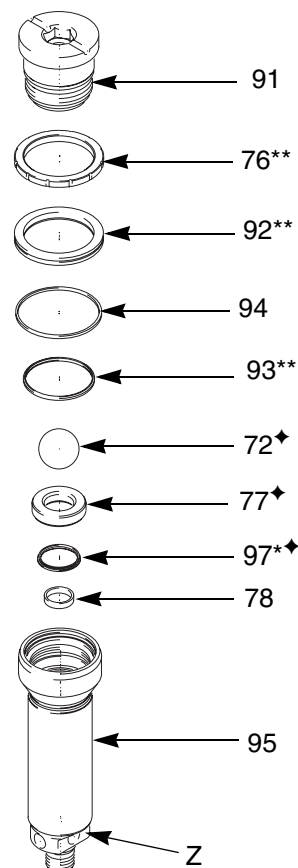
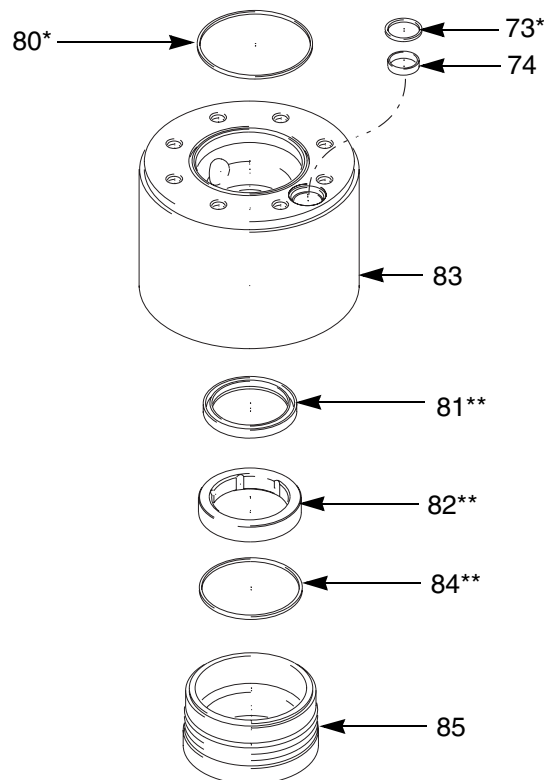

FIG. 12 Défaillance du piston
FIG. 13
6. Retirer la vis (91) du piston. Attention à ne pas endommager la surface du piston lors de la réparation et de l'entretien. Maintenir le piston uniquement par les méplats (Z) pour l'empêcher de tourner pendant que l'on retire la vis. (Voir FIG. 12.)
7. Noter les emplacements et le sens de la bague de guidage (76**), du joint en U (92**) et la bague d'étanchéité (94) enfilés sur la vis (91). Enlever ces pièces et les remplacer par celles contenues dans le kit de réparation des joints correspondant (page 30).
9. Enlever la bague d'étanchéité (93**) par l'intérieur du piston (95) et la remplacer.
10. Noter les emplacements et le sens de la bague d'appui (85), du joint plat (84**), de la bague de guidage (82**) et du joint en U (81**) au moment où ils sont extraits du logement des garnitures d'étanchéité (83). Remplacer les pièces souples par celles contenues dans le kit de réparation des joints correspondant (page FIG. 13).
1. Insérer le joint en U (81**), la bague de guidage (82**), le joint plat (84**) et la bague d'appui (85) dans le logement des joints (83). Voir FIG. 13.
2. Insérer la bague d'étanchéité (93**) dans le piston (95). Remplacer le piston (95) s'il présente des traces d'usure. Vérifier si la bague (78) est bien en place. Voir FIG. 12.
3. Vérifier le bon montage des pièces du clapet d'aspiration (97***, 77* et 72*). Voir FIG. 12.
4. Assembler la bague de guidage (76**), le joint en U (92**) et la bague d'étanchéité (94) sur la vis (91). Voir FIG. 12.
5. Placer la vis (91) sur le piston (95). Resserrer la vis (91) à fond. Voir FIG. 12.